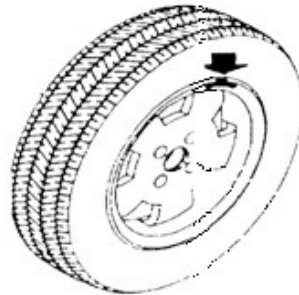

Bild 10-9
10.2.4 Roterat hjulet långsamt tills indikatorerna för utsidans obalansläge tänds (Bild 5-1(9)). Fäst en klämvikt av lämplig storlek i läge "klockan 12" utanför fälgan (Bild 10-9)